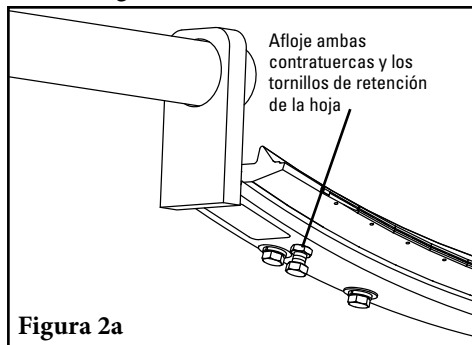

Figura 2a
- Afloje ambas contratuercas en los tornillos de retención de la hoja. Gire 8 veces para retirar los tornillos de retención de la hoja (Figura 2a).